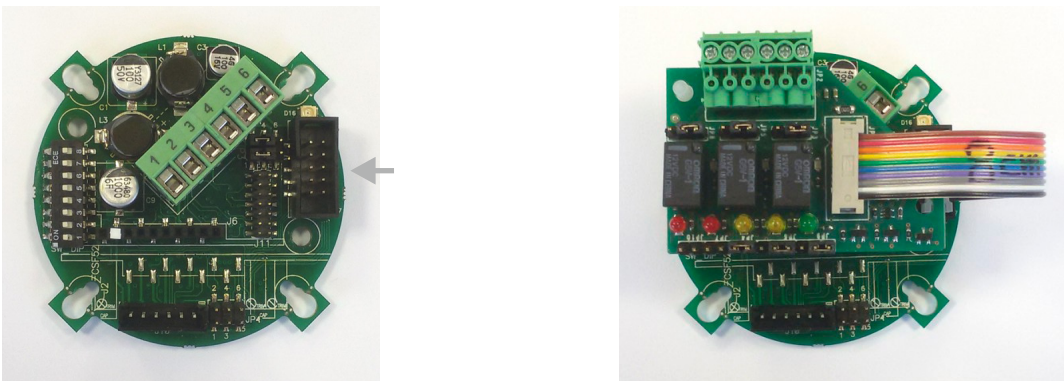

Figure 1) Assembly of the relay card on the SMART3G main board
2. Inserire il connettore posto all' estremità del cavo flat della scheda 3 relè nel connettore apposito presente sulla base dello SMART; rivolgere la sporgenza presente sul connettore verso l' interno del circuito. Vedere figure 1 e 2.
3. Insert the female connector at the edge of the flat cable into the male connector on the main PCB of the detector (see figure 1 and 2 below). Beware that the black triangle on the female connector (corresponding to pin one) is facing towards the internal part of the PCB.